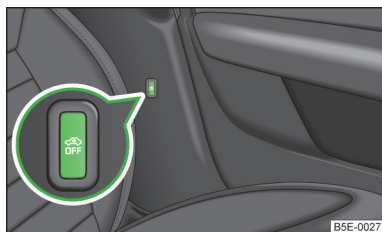

Fig. 18
- Appuyez sur la touche de symbole  » fig. 18 sur le montant B côté conducteur. Dans la touche, l'éclairage du symbole  passe du rouge à l'orange.